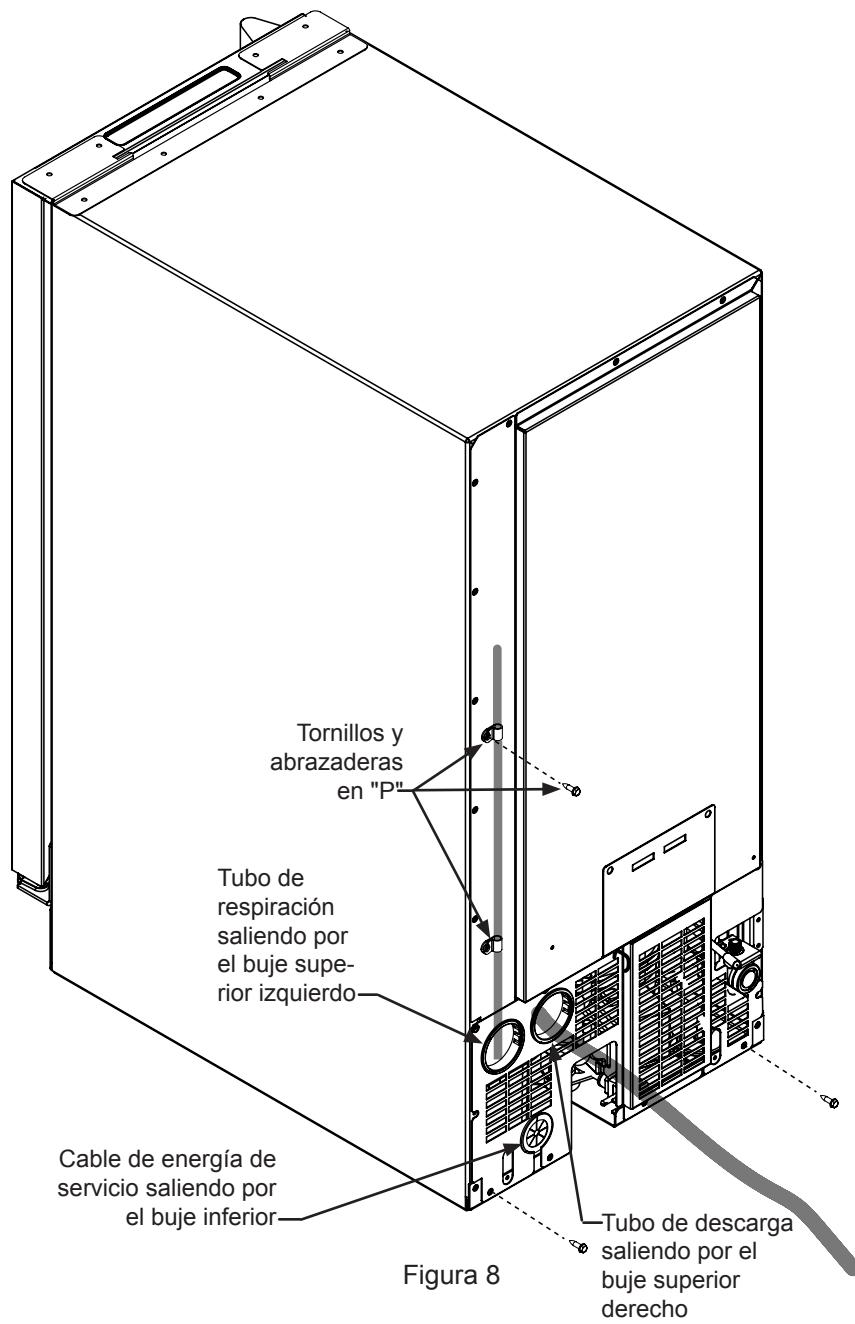

Figura 8
13. Instale la cubierta de acceso trasera con el tubo de respiración saliendo por el buje superior izquierdo, el tubo de descarga de 6.1 m (20 pies) saliendo por el buje superior derecho, y el cable de suministro de energía de servicio saliendo por el buje inferior. (Vea la Figura 8). Sujete el tubo de respiración a la parte trasera de la máquina fabricadora de hielo con los tornillos y las abrazaderas en "P" suministrados en el kit de la bomba de desagüe. Sujete la cubierta de acceso a la parte trasera de la máquina fabricadora de hielo con los tornillos removidos en el paso 6.